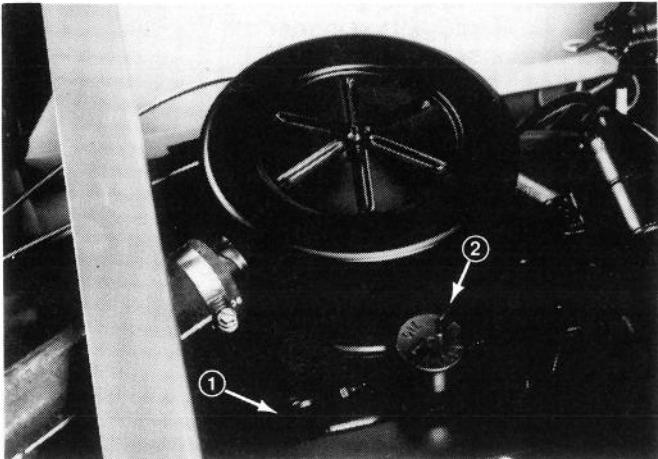

Abbildung 4
2. Den Ölmeßstab (Abb. 4) entfernen und mit einem sauberen Lappen abwischen, dann den Ölmeßstab wieder voll in den Ölmeßstutzen einführen. Jetzt den Meßstab wieder herausziehen und den Ölstand prüfen. Bei niedrigem Ölstand die Füllstutzenkappe (Abb. 8) entfernen und SAE 10W-30 CD Öl nachfüllen, bis der Ölstand die FULL (Voll) Markierung erreicht. **NICHT ÜBERFÜLLEN.** Siehe Öltabelle auf Seite 15.